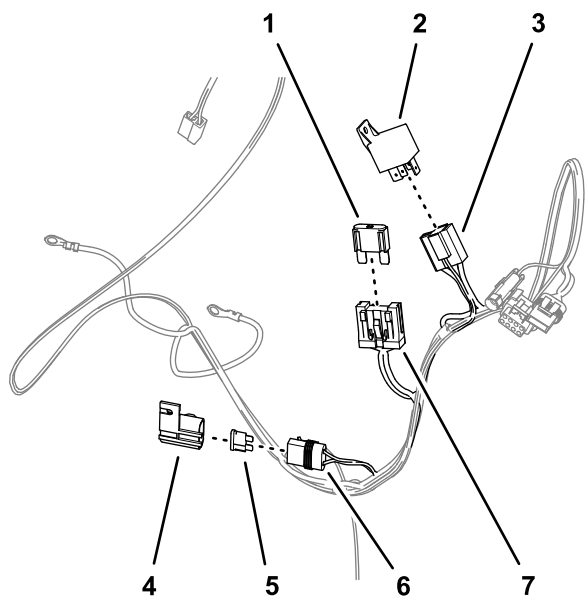

図 5
1. 電源ハーネスの大型の 2 スロットヒューズホルダーに、Maxi ヒューズ 60 Aを入れる 図 5。
2. 小さいヒューズホルダーのカバーを外す 図 5。
3. 小さいヒューズホルダーにヒューズ 10 Aを入れてカバーを取り付ける 図 5。
4. 4 スロットコネクタにソレノイドを入れる 図 5。